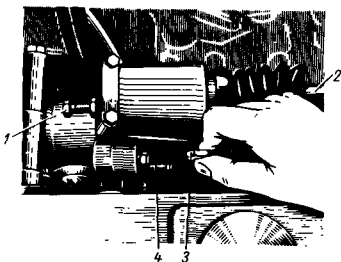

Рис. 109. Проверка свободного хода рычага ручного привода тормозов прицепа
- д) Покачиванием рычага 3 (рис. 109) и тяги 2 определите их свободный ход. Свободный ход должен быть в пределах 1–2 мм, он устанавливается при помощи регулировочных болтов 1 и 4.